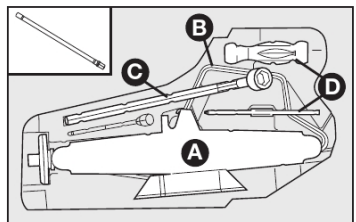

fig. 5
- Retirar o macaco **A-fig. 5**, a alavanca de acionamento do macaco **B-fig. 5**, chave de rodas **C-fig. 5**, chave de fenda **D-fig. 5** e a chave extensora (detalhe **fig. 5**), localizada atrás do macaco.